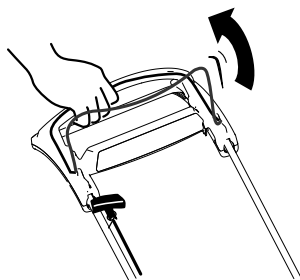

Figura 17
2. Tirate la barra di comando della lama verso la stegola (Figura 17).